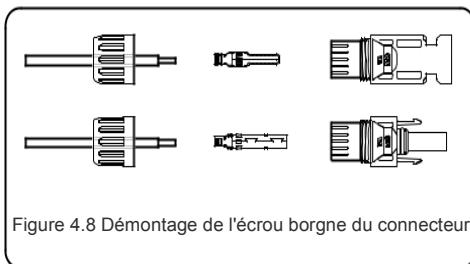

Figure 4.8 Démontage de l'écrou borgne du connecteur
1. Dénudez le fil CC sur environ 7 mm, dévissez l'écrou du connecteur. (voir figure 4.8)